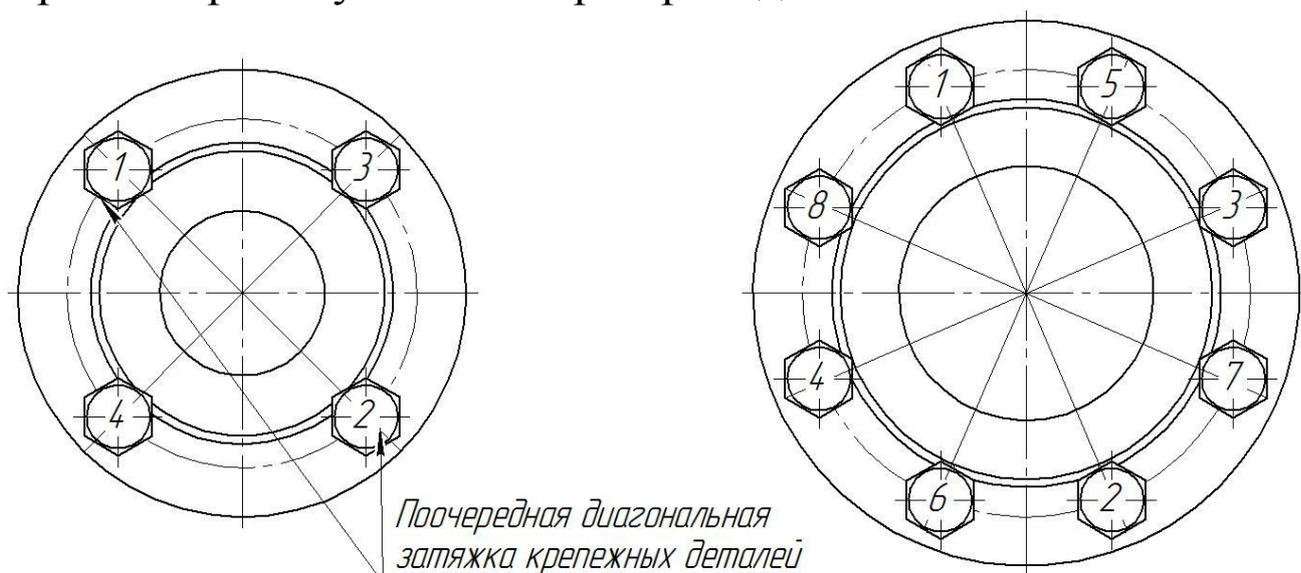

Рисунок 5 – Схема затяжки болтовых соединений для фланцевого исполнения МК
- затяжку болтов и гаек на фланцах проводить поочередно, диаметрально противоположными парами (см. рисунок 5) с равномерным усилием в три прохода.